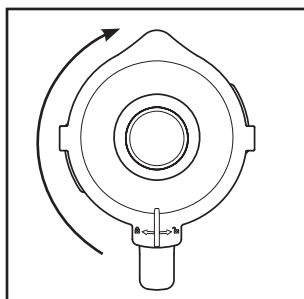

Fig. 2
- 4) Sæt låget **2** forskudt på blenderkanden **3** igen. Luk låget **2** ved at dreje det med uret til position , indtil det klikker hørbart på plads (se fig. 2). Sørg for, at hældetuden på blenderkanden **3** er lukket. Motoren kan kun startes, hvis låget **2** slutter helt til.